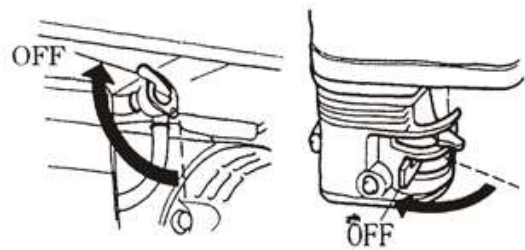

Рис. 36
6.3 Встановіть паливний кран в положення "OFF" (Рис. 36).